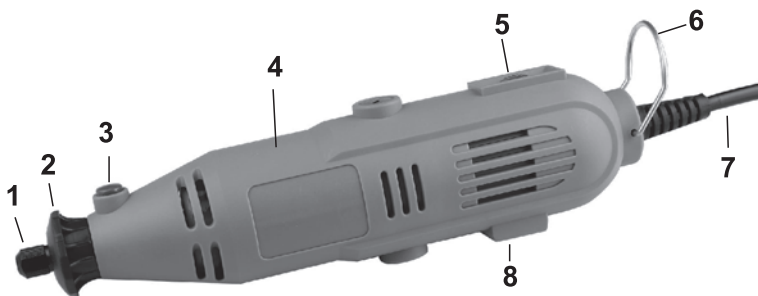

Рис. 1
4.1. Внешний вид гравёра показан на рис. 1.